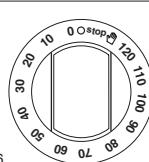

Abb. 6
**PROGRAMMIERER MIT GARZEITENDE (Abb. 6)**